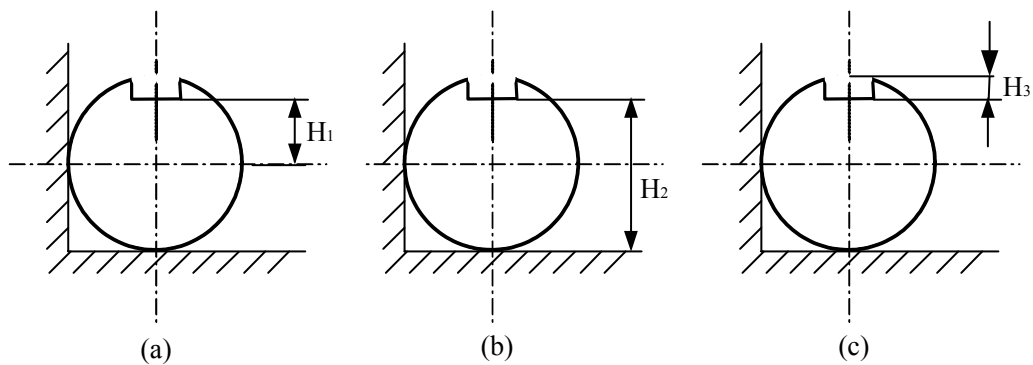

图 13-3
2. 在短轴上铣一个键槽，设计尺寸有三种标注方法（如题图 13-3 所示），轴的外圆尺寸为 $D \pm \delta$ ，求(a)，(b)，(c)三种情况下的定位误差分别为多少？